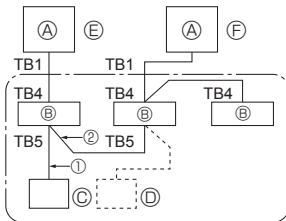

Fig. 9-1
9. Sterowanie systemem (Fig. 9-1)
- ⑤ SW 1 - 3 ~ 6 ON (włącz.) OFF (wył.)